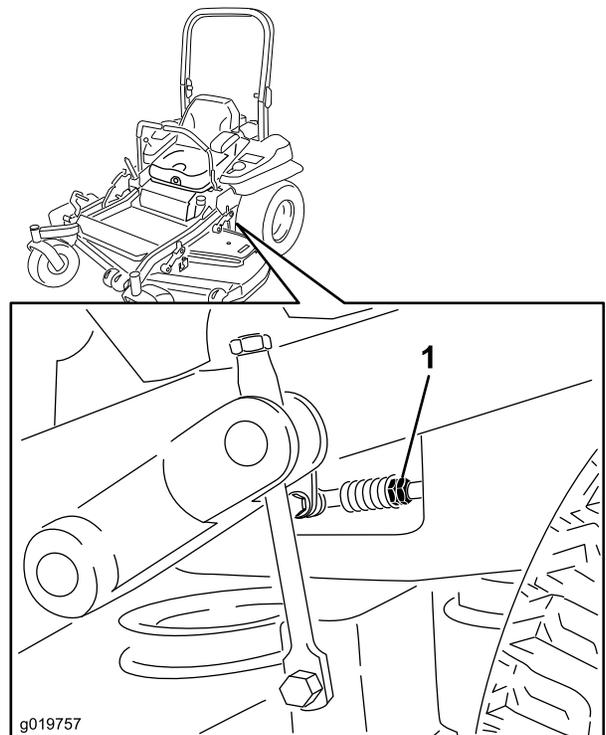

Figure 85
7. Placez les leviers de commande de déplacement en position point mort. Réglez la longueur des tiges de pompes en tournant les doubles écrous dans le sens voulu jusqu'à ce que les roues tournent légèrement en marche arrière (Figure 85). Placez les leviers de commande de déplacement en position de marche arrière et, tout en appuyant légèrement sur les leviers, laissez les ressorts de marche arrière ramener les leviers au point mort. Les roues doivent s'arrêter de tourner ou tourner légèrement en arrière.